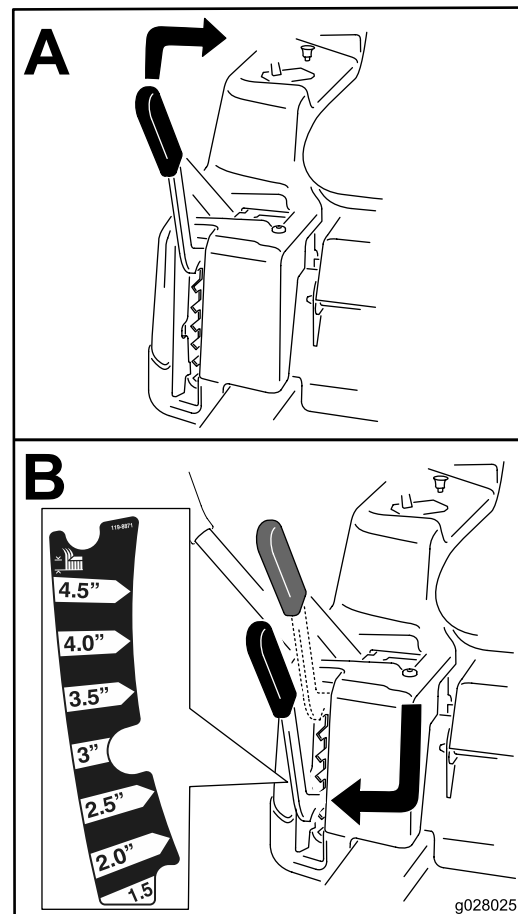

Figure 21
**Remarque:** La position de transport est la position de hauteur de coupe la plus élevée (115 mm [4½ po]), comme montré à la Figure 21.
La hauteur de coupe est réglée par le levier situé à droite de la position d'utilisation (Figure 21).